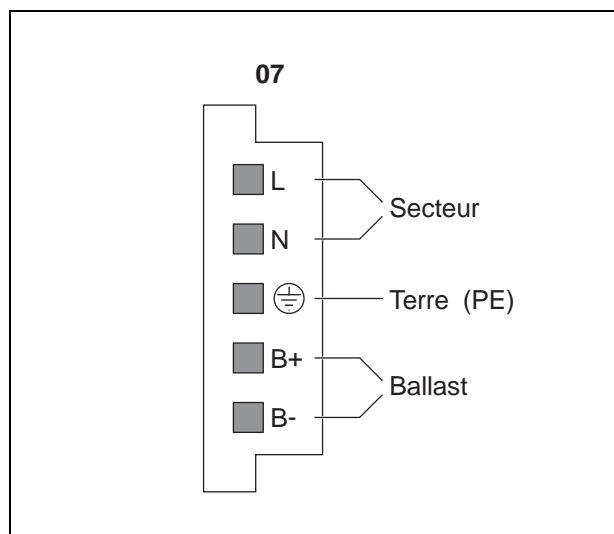

Figure 2-5 Raccordement secteur et ballast
2. Introduire les 5 fils dans la fiche conformément à la figure 2-5 puis fixer en vissant.